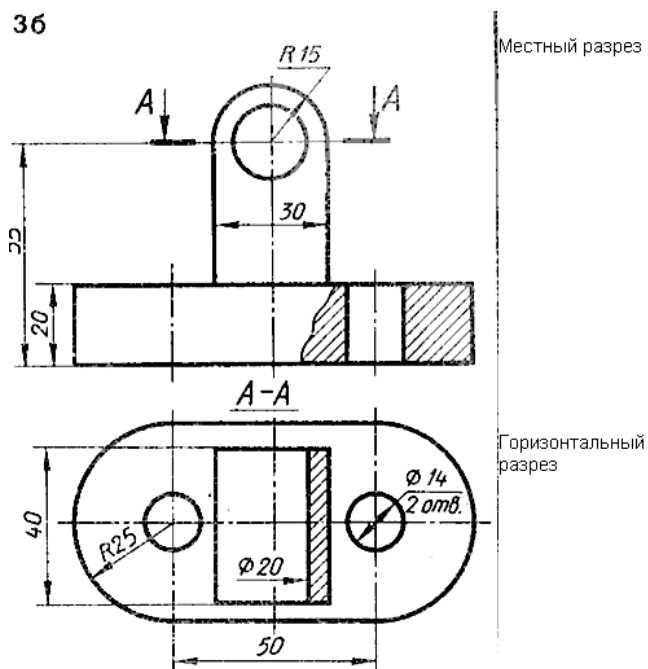

Рис.3 Горизонтальный разрез
- Профильный (рис.3);
2. **Горизонтальный разрез** – секущая плоскость параллельна горизонтальной плоскости проекций. Разрез можно поместить на горизонтальную плоскость проекций Рис.3